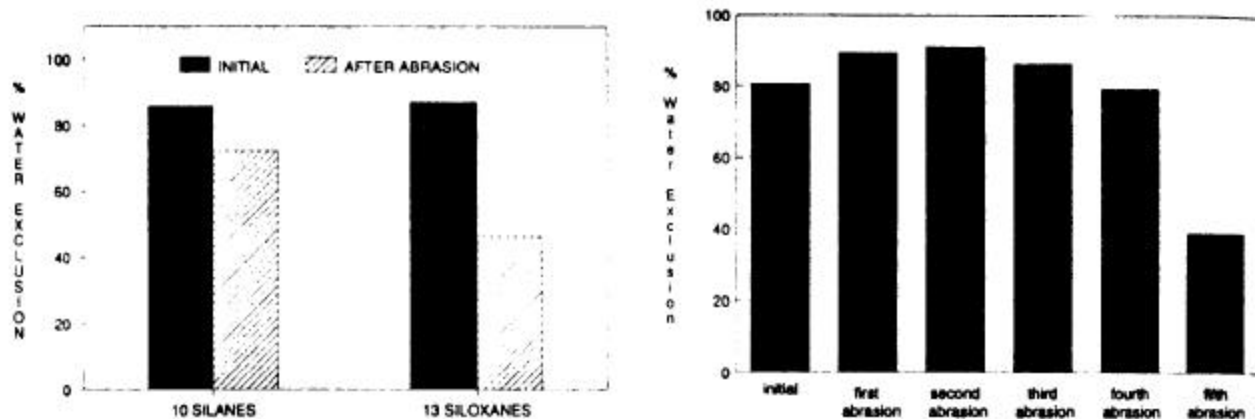

Fig 3.66 - Influence de l'abrasion sur la performance relative des silanes et des siloxanes.
- Les **siloxanes** sont **plus sensibles à l'abrasion** car ils pénètrent moins profondément sous la surface soumise à l'usure (Fig 3.66).